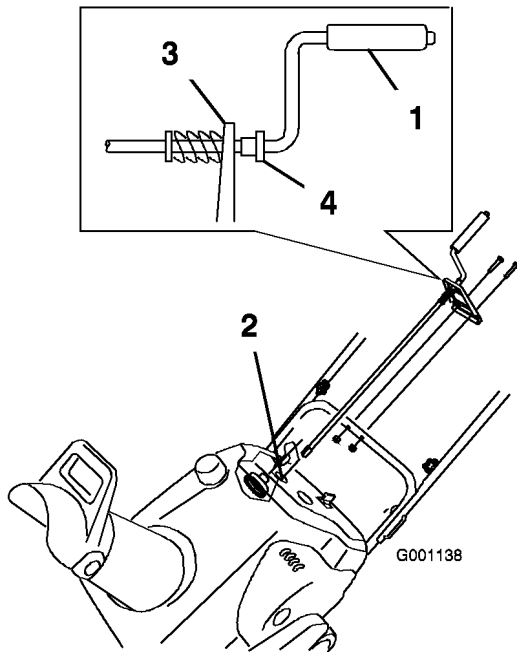

Figure 8
1. Insérez l'extrémité de la manivelle dans le trou du carénage tout en alignant le support de montage avec les trous de la partie inférieure du guidon (Figure 8).
Remarque: Vérifiez que la bague en plastique est complètement enfoncée dans le trou du support (Figure 8).